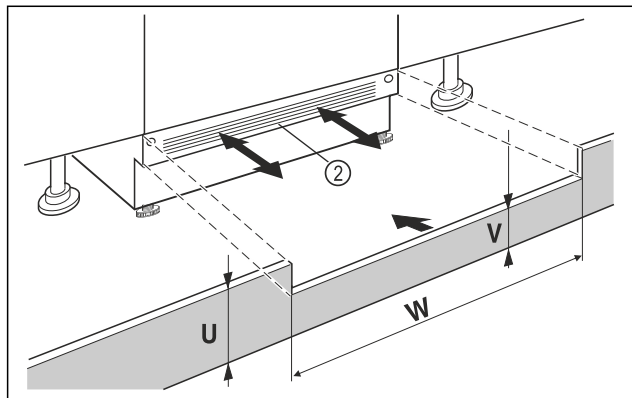

Fig. 88 Immagine a titolo di esempio
- ▶ Applicare lo zoccolo dell'apparecchio Fig. 88 (2) ma non fissarlo ancora.
- ▶ Se lo zoccolo è visibile Fig. 88 (2), tirarlo in avanti in modo tale che il bordo anteriore della griglia di ventilazione e lo zoccolo del mobile siano a filo.
- ▶ Se lo zoccolo è nascosto Fig. 88 (2) spingerlo completamente indietro.
- ▶ Verificare che le fessure di ventilazione siano completamente libere: Se necessario, tagliare lo zoccolo del mobile Fig. 88 (U)!
- ▶ Adattare, per la larghezza dell'area di incasso Fig. 88 (W), l'altezza del listello Fig. 88 (V) sotto lo zoccolo dell'apparecchio Fig. 88 (2).